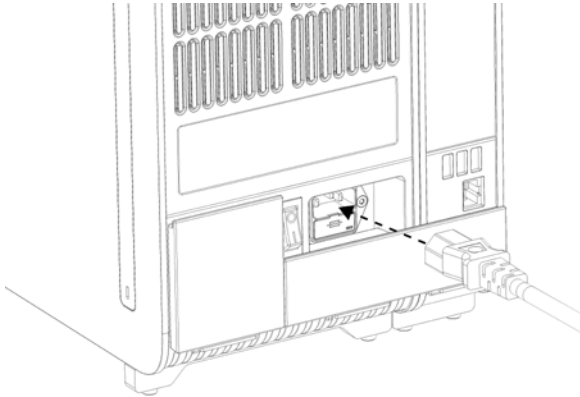

Abbildung 20: Anschließen des Netzkabels
- Schließen Sie das mit dem QIAstat-Dx Analyzer 1.0 mitgelieferte Netzkabel an der Rückseite des ursprünglichen Analysemoduls an (Abbildung 20).